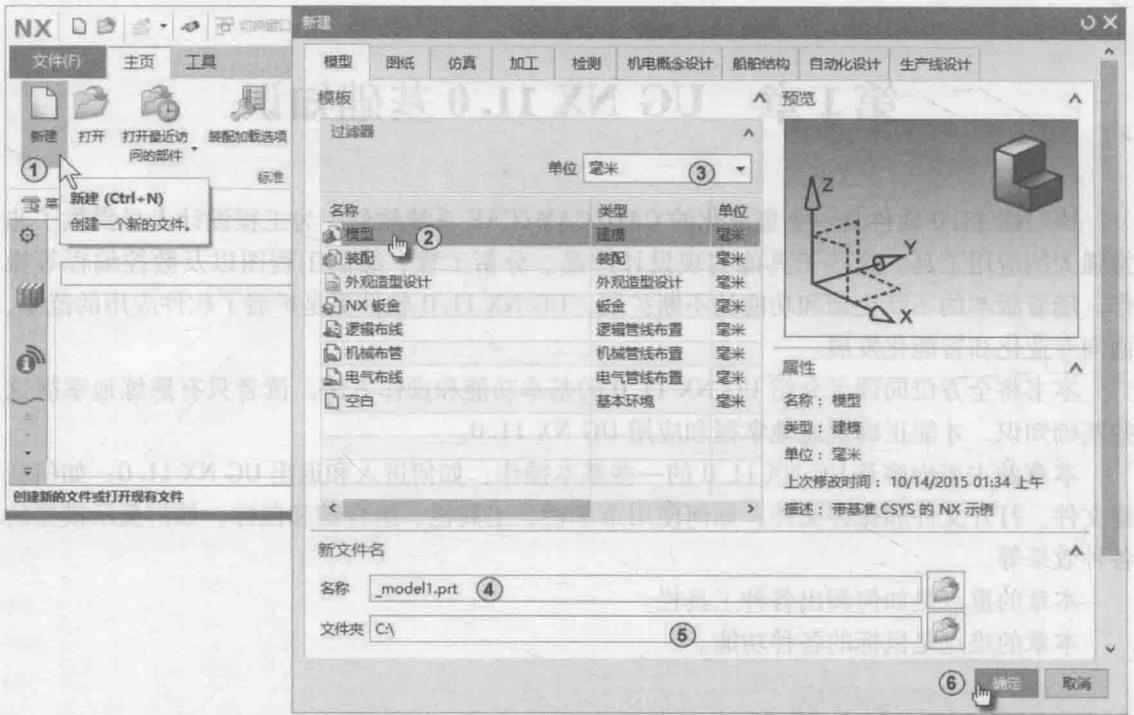

图 1-2 创建新文件
启动结束后系统进入默认的“轻量级”界面，单击“主页”选项卡中的“新建”按钮，如图 1-2 中①所示。系统弹出“新建”对话框，在“新建”对话框的“模型”列表框中选择模板类型为默认的“模型”，单位为默认的“毫米”，在“新文件名”中的“名称”文本框中选择默认的文件名称“_model1.prt”，在“文件夹”文本框中指定文件路径“C:\”，单击“确定”按钮，
如图 1-2 中②~⑥所示。